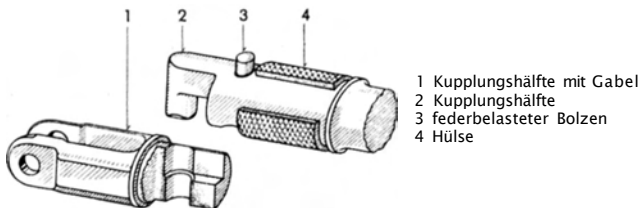

Abb. 11 Schnell lösbare Stoßstangen
Die Stoßstangen sind so ausgeführt, daß sie schnell gelöst und zusammengebaut werden können. Aus diesem Grunde ist das eine Ende der Stoßstange in zwei Kupplungshälften (Abb. 11) (1 und 2) geteilt, die einfach zusammengesteckt werden. Dann ist über den federbelasteten Bolzen (3) die Hülse (4) so weit zu schieben, daß der Bolzen (3) hinter der Hülse (4) wieder hochschnappt.